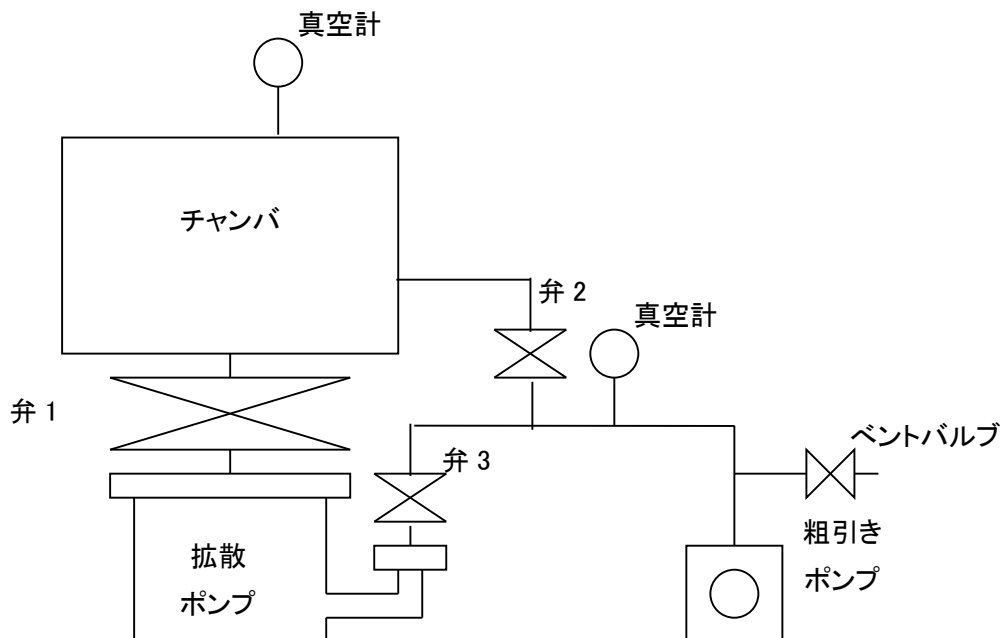

図7 油拡散ポンプを用いた排気系
(下記の図7は拡散ポンプ排気系の典型的な例です)
- (1) 図7の弁1のバルブを閉じて下さい。この時、弁2は閉、弁3は開です。
- (2) 油拡散ポンプのヒータスイッチを切ってください。
- (3) ヒータのスイッチを切った後、しばらくは油の噴霧は続きますので、冷却水を止めないで下さい。